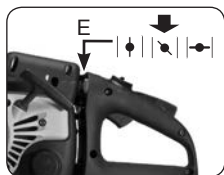

Fig. 9G
6. Tournez le levier de l'étrangleur (E) en position médiane |▼| (Fig. 9G).